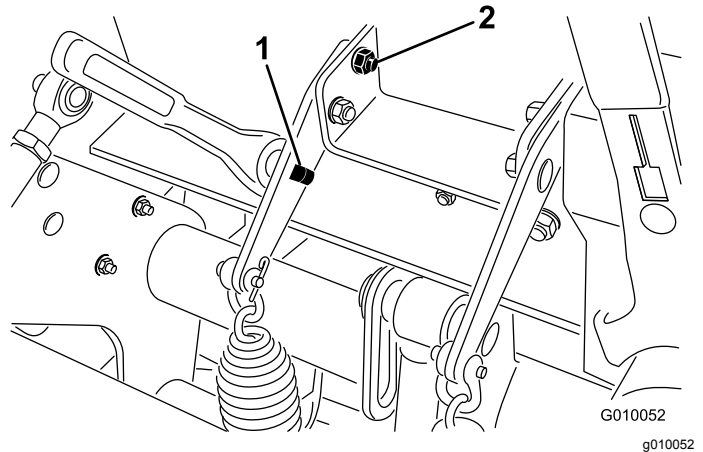

图30
3. 将一个 13mm 的棘轮或呆套筒扳手插入弹簧板上的方孔图30。